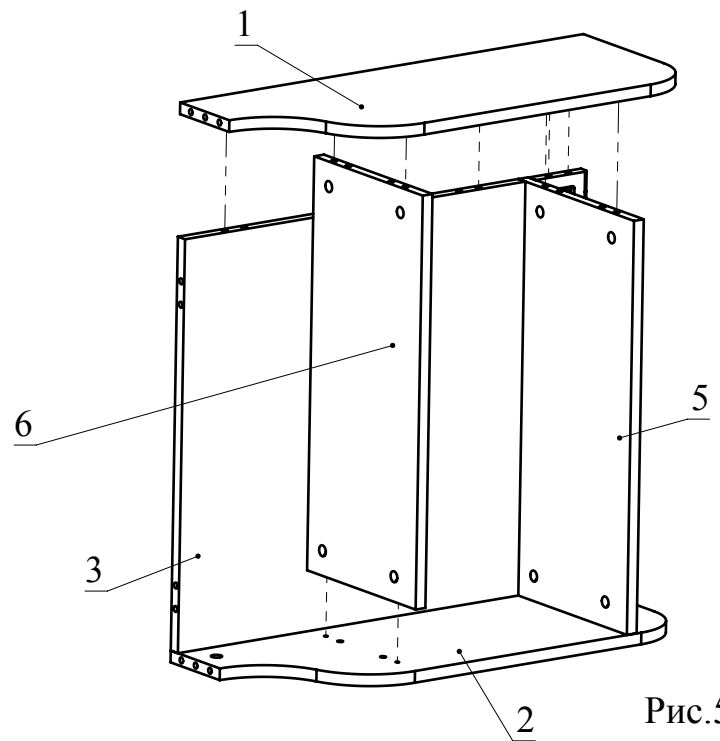

Рис.5
3. Соедините детали 6 и 1 с помощью минификсов согласно схеме (Рис. 5).
Деталь 6 соедините с деталями 2, 5 и 7 с помощью минификсов (Рис. 5).